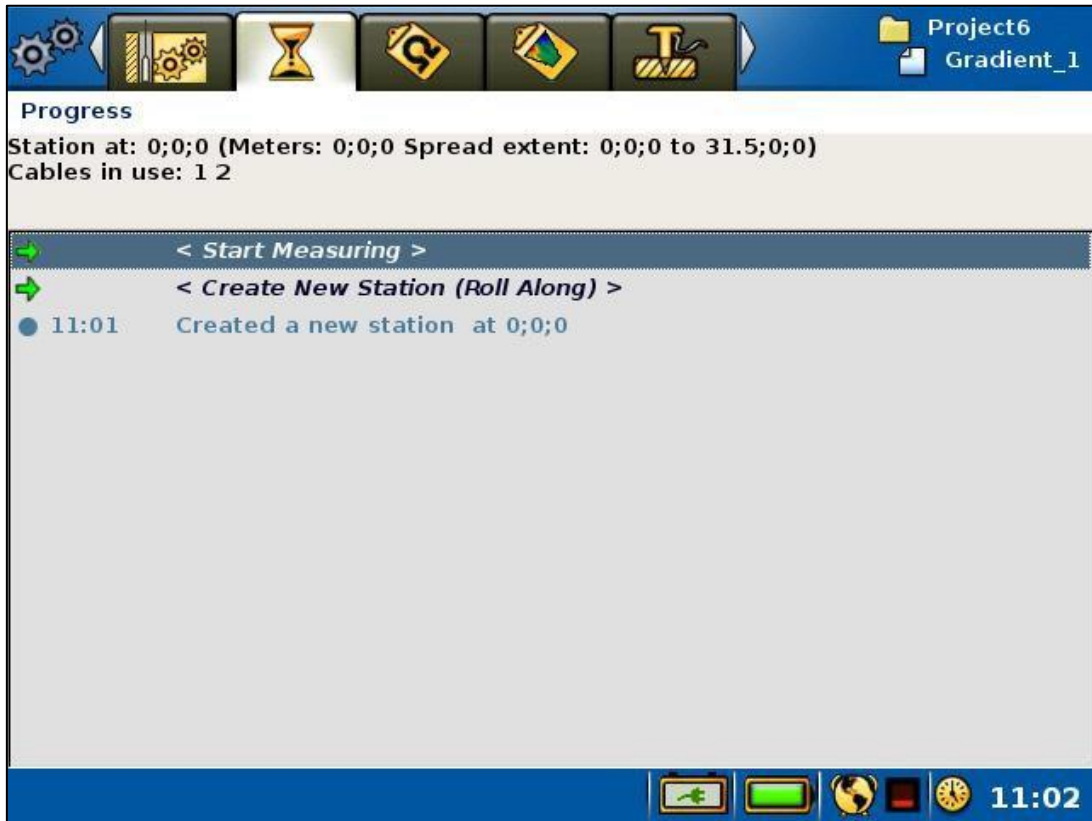

Figura 58 Comando Iniciar medición al medir el progreso Página
- Mueva el resaltado a la fila <Comenzar a medir> (Figura 58)